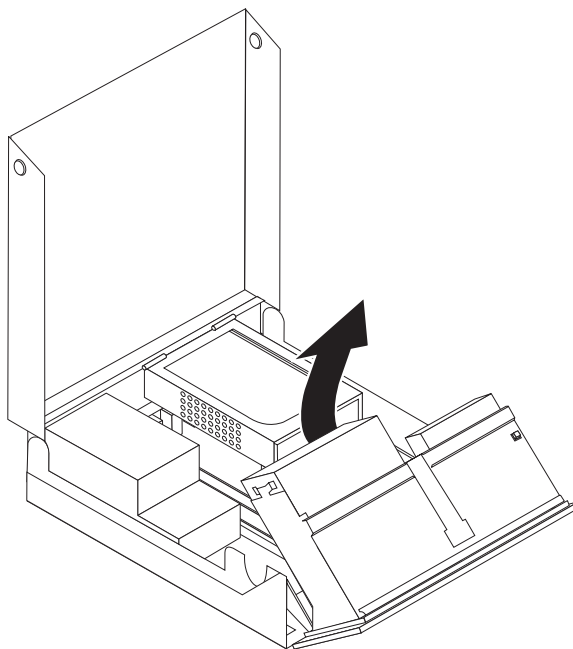

図 26. 光学式ドライブへのアクセス
2. 光学式ドライブへアクセスするためにドライブ・ベイを上方へ旋回します。図 26 を参照してください。